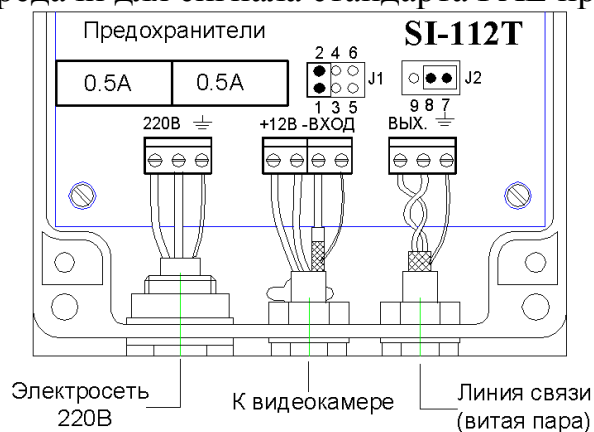
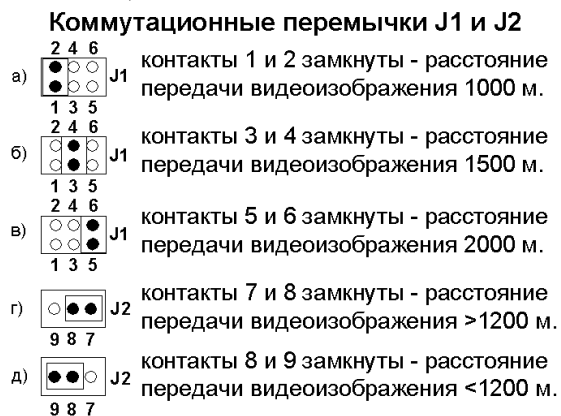

Рис.1
Рис.2
4.1. Схема подключения линий связи и электропитания к передатчику приведена на рис.1. Положения коммутационных переключателей J1 и J2 в зависимости от расстояния передачи видеоизображения приведены на рис.2. Для эффективной работы схемы защиты от грозовых разрядов по цепям питания и видеосигнала передатчик должен быть заземлен с помощью
клемм обозначенных  на рис.1. Не допускается использование витой пары для передачи электропитания 220В/50Гц. Витая пара, проложенная вне помещения, должна быть экранирована. Рекомендуем использовать экранированный телефонный кабель ТПП ЭП или экранированную витую пару КВПЭФ. Экран кабеля должен быть заземлён. Прибор заземляется с помощью «земляной» жилы кабеля подключения к электросети. Заземление экранирующей оплётки линии связи производится её соединением с клеммой  через схему прибора. Основные параметры рекомендуемых витых пар и ориентировочные значения дистанции передачи для сигнала стандарта PAL приведены в Таблице 1.